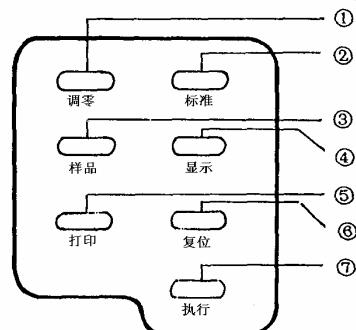

图 5
2.操作键部分:由七个按键组成,其作用是操作仪器进行调零、调白、测量、显示、打印输出测量结果。见图 5。